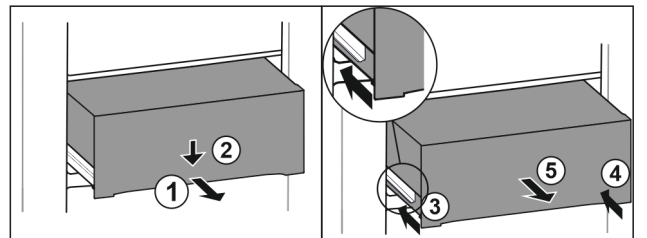

Fig. 91
- Lade er half uittrekken. Fig. 91 (1)
- Schuiflade aan de voorzijde omlaag drukken. Fig. 91 (2)
- Linker rail ca. 2 cm inschuiven. Fig. 91 (3)
- Rechter rail ca. 2 cm inschuiven. Fig. 91 (4)
- Lade naar voren toe verwijderen. Fig. 91 (5)